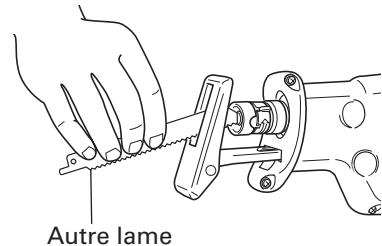

Fig. 8
(1) Si la section cassée de la lame sort de la petite fente du plongeur, tirer sur la section cassée pour sortir la lame.
(2) Si la section cassée de la lame est dissimulée à l'intérieur de la petite fente du plongeur, accrocher la lame à l'aide de l'extrémité d'une autre lame et la sortir. (Fig. 8)